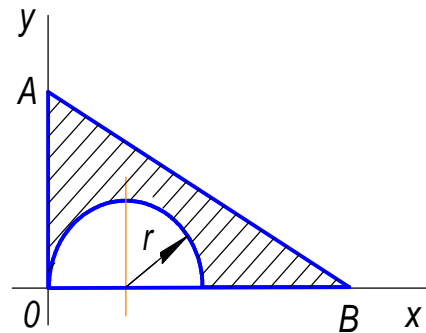

Рис. 1.37
1.45. Из однородной пластины в виде треугольника OAB с основанием $OB = 60$ см и высотой $OA = 45$ см вырезан полукруг радиуса $r = 20$ см. Определить в см координату x_C оставшейся части треугольника (рис.1.37)